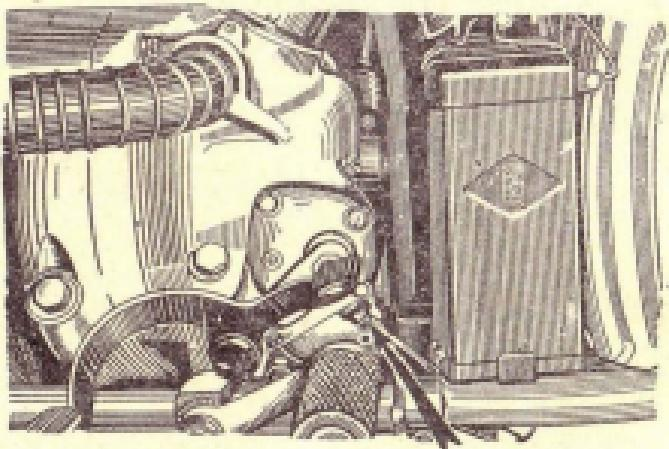

Рис. 172. Нижний регулировочный винт коробки передач
1) при ножном переключении с низшей передачи на высшую ручной рычаг легко перемещается несколько вперед и только после этого фиксируется положение ножной педали; при включении низших передачей высшей передачи во время езды эта передача самопроизвольно выключается, тогда как включение той же передачи ручным переключением исключает самопроизвольное выключение. Для устранения этой неисправности нужно отпустить контргайку и вывернуть нижний регулировочный винт коробки передач на 1—1,5 оборота (рис. 172).